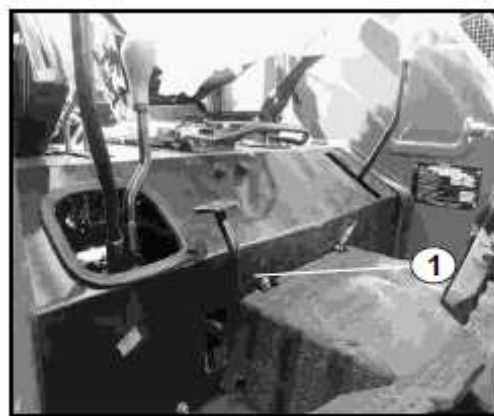

Fig. 4-17
O diferencial do eixo traseiro está equipado com um dispositivo de bloqueio para engatar quando uma das rodas traseiras desliza devido a falta de aderência. Para bloquear o diferencial, desacelere o trator e pressione por completo o pedal (1) (Fig. 4-17).